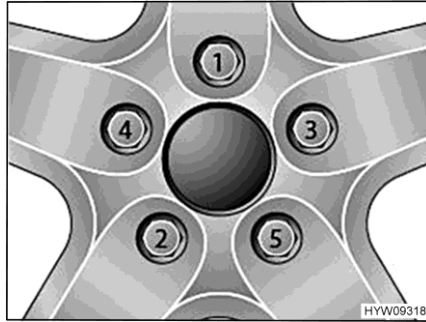

Bild 112 Radmuttern oder Radschrauben über Kreuz festziehen
- Radmuttern oder Radschrauben in der Reihenfolge, die in Bild 112 gezeigt ist, festziehen. Dazu einen Drehmomentschlüssel verwenden und das vorgeschriebene Anziehdrehmoment einhalten (siehe Abschnitt 14.5).
- Radmuttern oder Radschrauben regelmäßig auf festen Sitz prüfen. Radmuttern oder Radschrauben eines ausgewechselten Rades nach 50 km nachziehen. Dabei in der Reihenfolge vorgehen, die in Bild 112 gezeigt ist.
- Wenn neue oder neu lackierte Felgen verwendet werden, die Radmuttern oder Radschrauben zusätzlich nach ca. 1000 bis 5000 km nachziehen. Dabei in der Reihenfolge vorgehen, die in Bild 112 gezeigt ist.